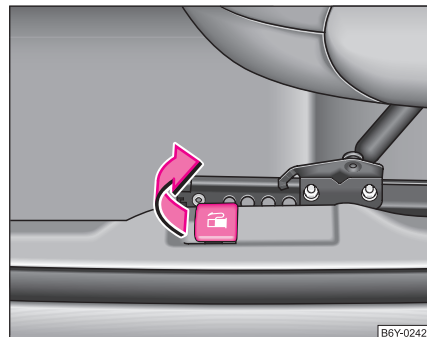

Fig. 136 Maneta de deschidere a clapetei rezervorului
- Clapeta rezervorului o puteți deschide de la mânerul* de lângă scaunul conducătorului ⇒ **pagina 188, fig. 136** sau cu mâna.